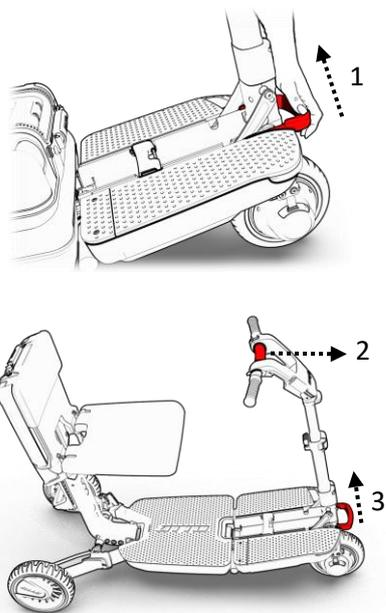

Figure 41
5. D'une main, tenez la barre de direction en position verticale. De l'autre main, relâchez le levier frontal (1). Si la manipulation du levier exige trop d'efforts, vous pouvez exercer une pression horizontale sur la poignée principale vers l'avant de l'ATTO (2). Cela permettra de relâcher la pression du levier frontal et facilitera son ouverture (3) (voir la figure 41).